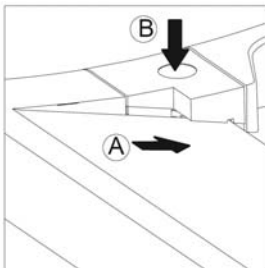

Figura 9
- 1 Coloque el material a cortar en el redondeador de esquinas (como máximo 1 hoja) (figura 9, A).
- 2 Pulse el botón de ejecución (figura 9, B).